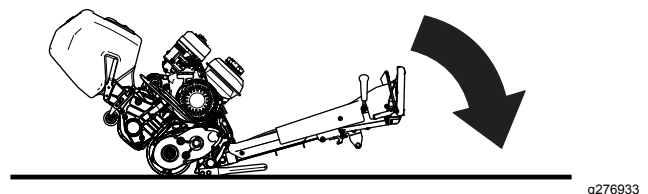

Figura 9
2. Para acceder a la unidad de corte, baje el manillar de la unidad de tracción al suelo (Figura 9).